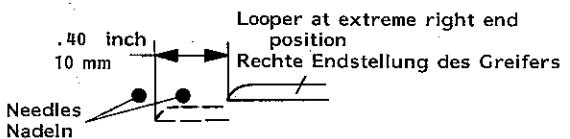

Fig.67B
5. Rotate the pulley counterclockwise until the looper has moved 10 mm (.400 in.) from right to left (Fig.67B).
5. Drehen Sie das Handrad im Gegenuhrzeigersinn, bis sich der Greifer 10 mm von rechts nach links bewegt hat (Fig.67B).